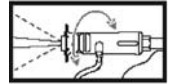

Figure 11
4. Tourner le couvercle de l'embout pour ajuster le motif de pulvérisation de jet à large éventail (Figure 11).